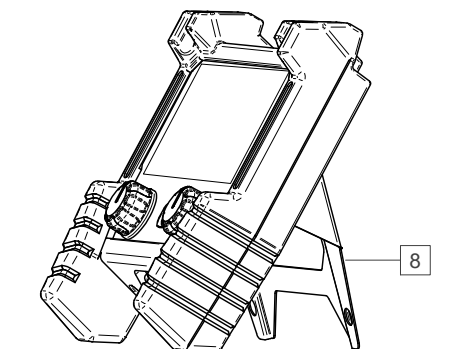

Figura 3
- Staffa [8], che viene utilizzata per sostenere il dispositivo su una superficie piana, ad esempio un tavolo da saldatura (Figura 3).